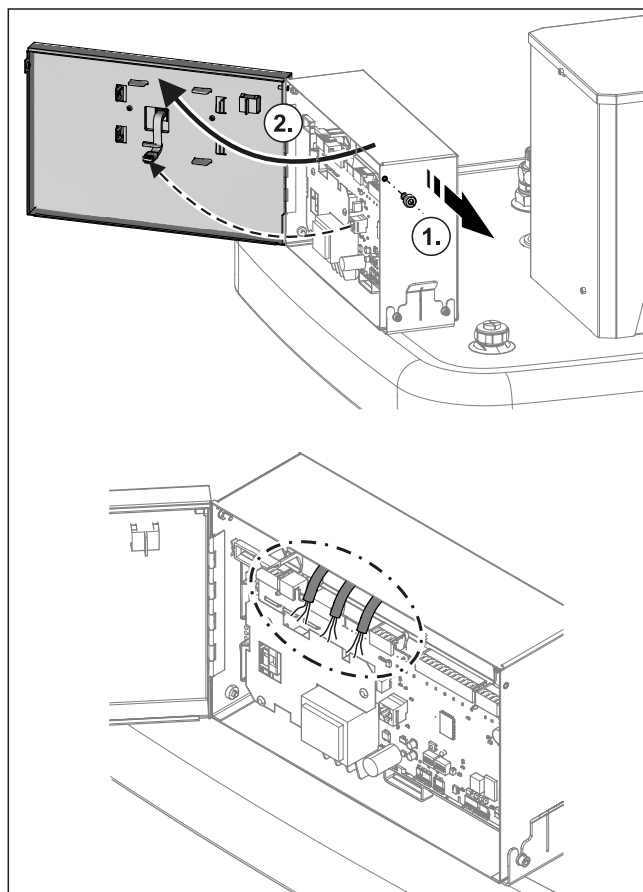
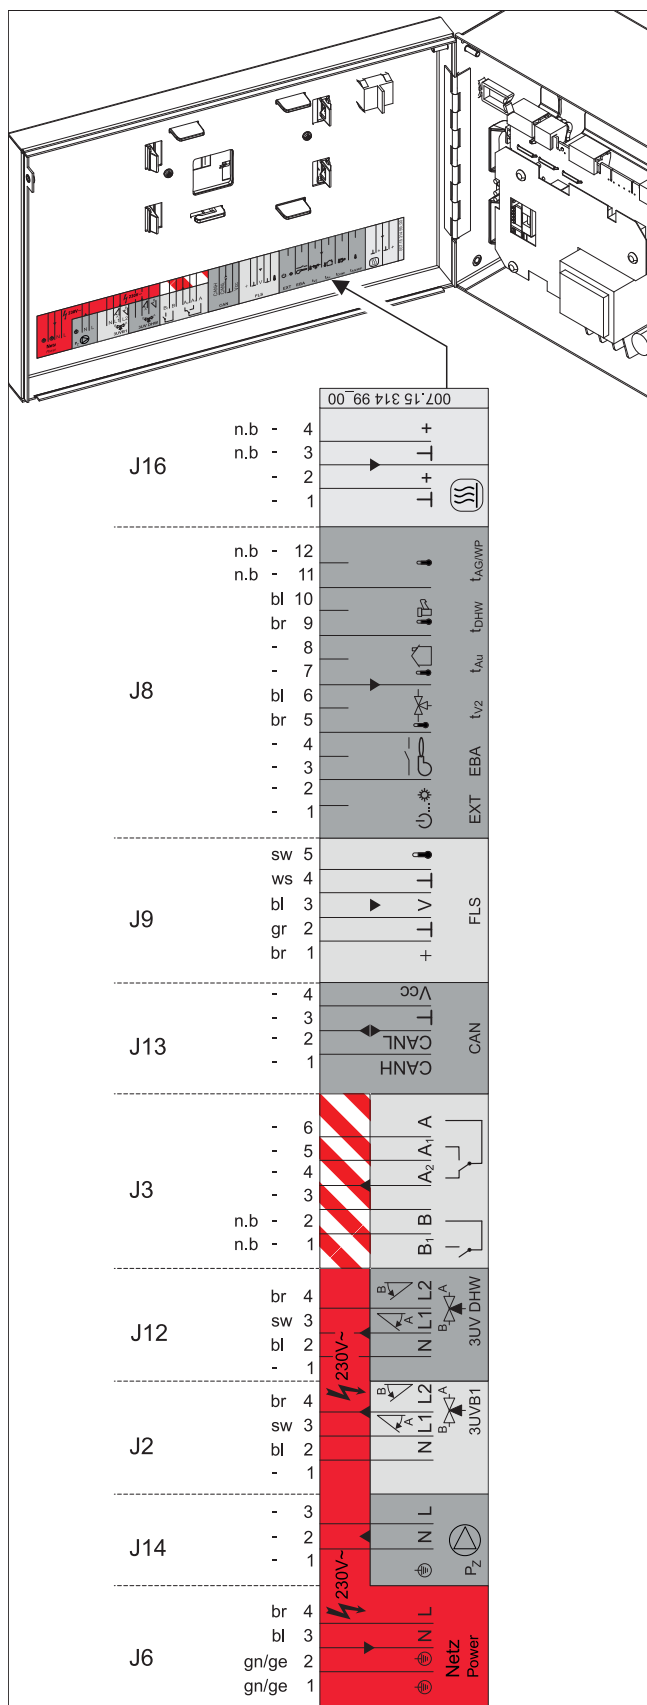

Fig. 4-31 Abrir el panel frontal, tender el cableado en la regulación y establecer las conexiones eléctricas
Fig. 4-32 Ocupación de conexión de los conectores de pletina y colores del cable de conexión instalado de fábrica (leyenda, véase Tab. 4-3)
- 11 Abrir el panel frontal (Fig. 4-31).
- 13 Tender el cableado en la carcasa de regulación (Fig. 4-31) y establecer las conexiones eléctricas en la placa de circuitos conforme a Fig. 4-32 y a las siguientes secciones del Cap. 4.7.
Tab. 4-3 Leyenda de Fig. 4-32